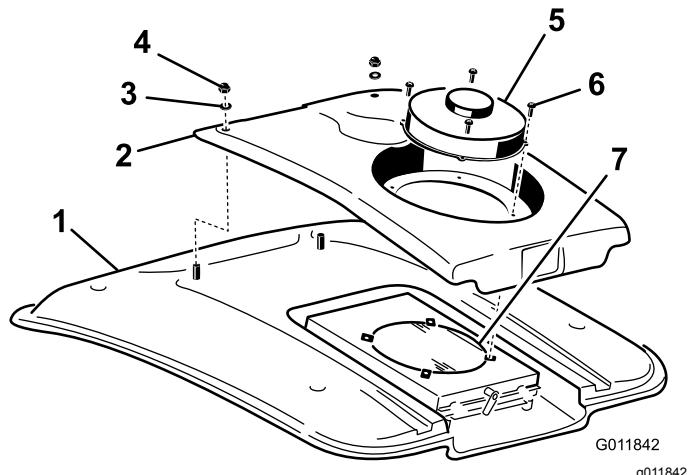

Figura 114
- Retire los 4 tornillos que sujetan el ventilador y la tapa del condensador al soporte del ventilador (Figura 114).
- Retire las dos tuercas y arandelas que sujetan la parte delantera de la tapa del condensador al techo de la cabina (Figura 114).
- Limpie a fondo el condensador del aire acondicionado con aire comprimido (Figura 114).